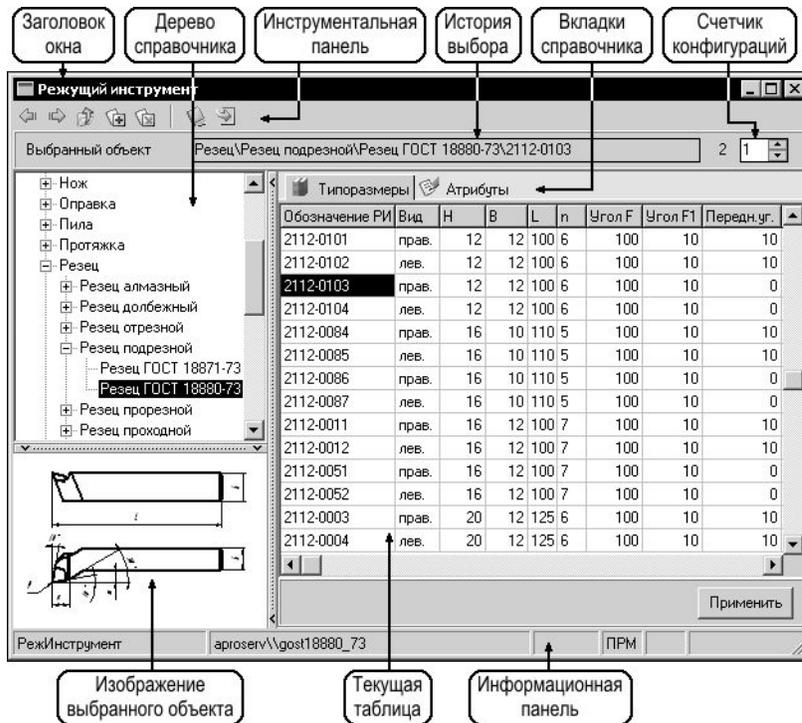

Рис. 8.1. Главное окно универсального технологического справочника
Главное окно универсального технологического справочника (рис. 8.1) содержит следующие основные компоненты:
В строке **Выбранный объект** отображается полный перечень объектов дерева, выбранных пользователем в текущем сеансе работы (так называемая «история выбора», рис. 8.1). Объекты разных уровней дерева разделяются наклонной чертой.
**Счетчик конфигураций** позволяет выбирать требуемое экранное представление текущей таблицы1. В окне счетчика находится номер текущего экранного представления (на рис. 8.1 — экранное представление №1), слева от окна — общее количество экранных представлений таблицы (для таблицы рис. 8.1 таких представлений два), справа от окна — кнопки счетчика.